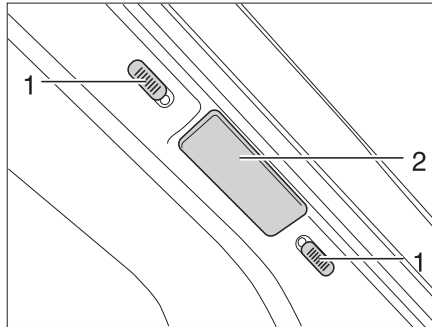
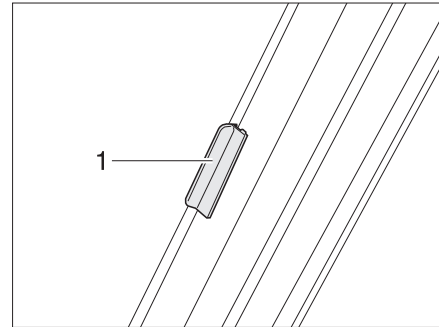

Fig. 25 Dispositif de verrouillage pour dispositif occultant plissé pare-brise
Fig. 26 Verrouillage dispositif occultant plissé pare-brise
- Pousser les deux moitiés du dispositif occultant plissé pour le pare-brise par la poignée (Fig. 25,2 et Fig. 26,1) à fond vers l'extérieur.
- Pousser les boutons de verrouillage (Fig. 25,1) vers le bas ou vers le haut. Si le point rouge est visible, le dispositif de verrouillage est ouvert.